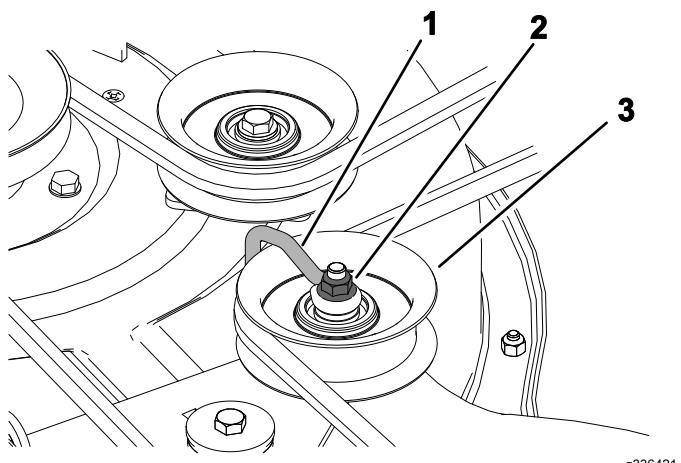

Figure 49
2. Vis (3)
5. Desserrez l'écrou qui fixe le fil métallique à la poulie de tension (Figure 49).
Remarque: Positionnez le fil métallique contre le bras de la poulie de tension, comme montré à la Figure 49.